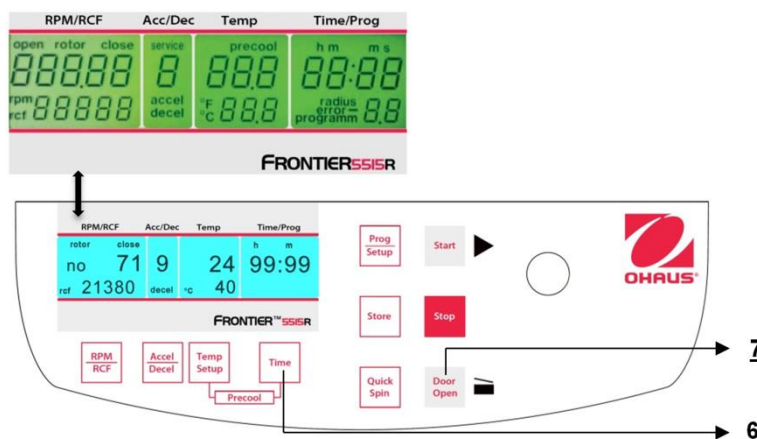

Figure. 29
La centrifugeuse étant hors tension, appuyer simultanément sur les touches **"Time"**(6) et **"Door Open"** (7), et mettre la centrifugeuse sous tension avec le commutateur principal. Relâcher les deux touches ; il en résultera l'exécution d'un test de l'affichage pendant environ 5 secondes. Tous les indicateurs apparaîtront simultanément (voir la figure 29).